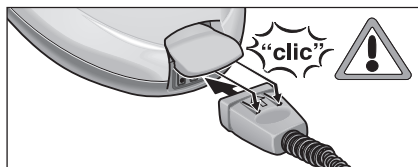

Fig. 1 : branchement du bloc connecteur
- Enfoncez à fond le bloc connecteur (C7) dans la prise femelle (A1). Les deux saillies du bloc connecteur doivent s'enclencher sur le couvercle de la prise femelle (voir fig. 1).